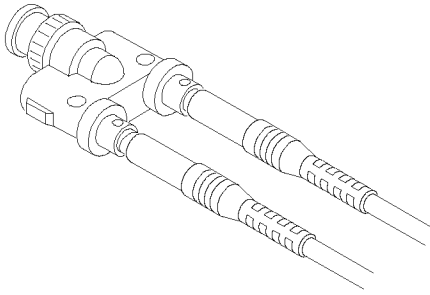

図 7: プローブのリードをバイディング・ポストに差し込む
10. 差動プローブの入力リードのバナナ・プラグを (アクセサリを何も使わずに) 特製 BNC アダプタのバインディング・ポストに差し込みます。(図 7 参照)。
6. 差動プローブの入力リードのバナナ・プラグを (アクセサリを何も使わずに) 特製 BNC アダプタのバインディング・ポストの金属スリーブに差し込みます。(25 ページの 図 7 参照)。ゼネレータの出力を有効にします。